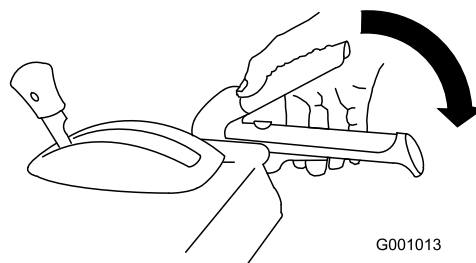

Figure 32
1. Pour engager la fraise à neige/turbine, serrez le levier droit (fraise à neige/turbine) contre la poignée (Figure 32).